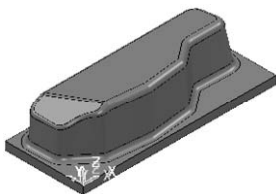

图 5-41 导入模型文件
2) 选择下拉菜单中的“文件”→“输入模型”命令，弹出“输入模型”对话框，选择“jizuo.dgk”（“随书光盘：\第 5 章\5.2\uncompleted\jizuo.dgk”）文件，单击“打开”按钮即可，如图 5-41 所示。